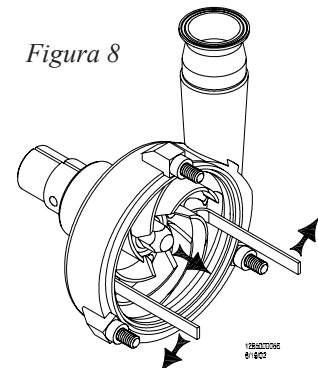

Figura 8
- f) Quite el impulsor (22) del eje de la bomba (7) tomando un álabe del impulsor en cada mano y jalando el impulsor hacia usted. Si se le dificulta sacar el impulsor del eje, meta los extractores del impulsor (10) entre la carcasa y detrás del impulsor y extraiga el impulsor (Figura 8).